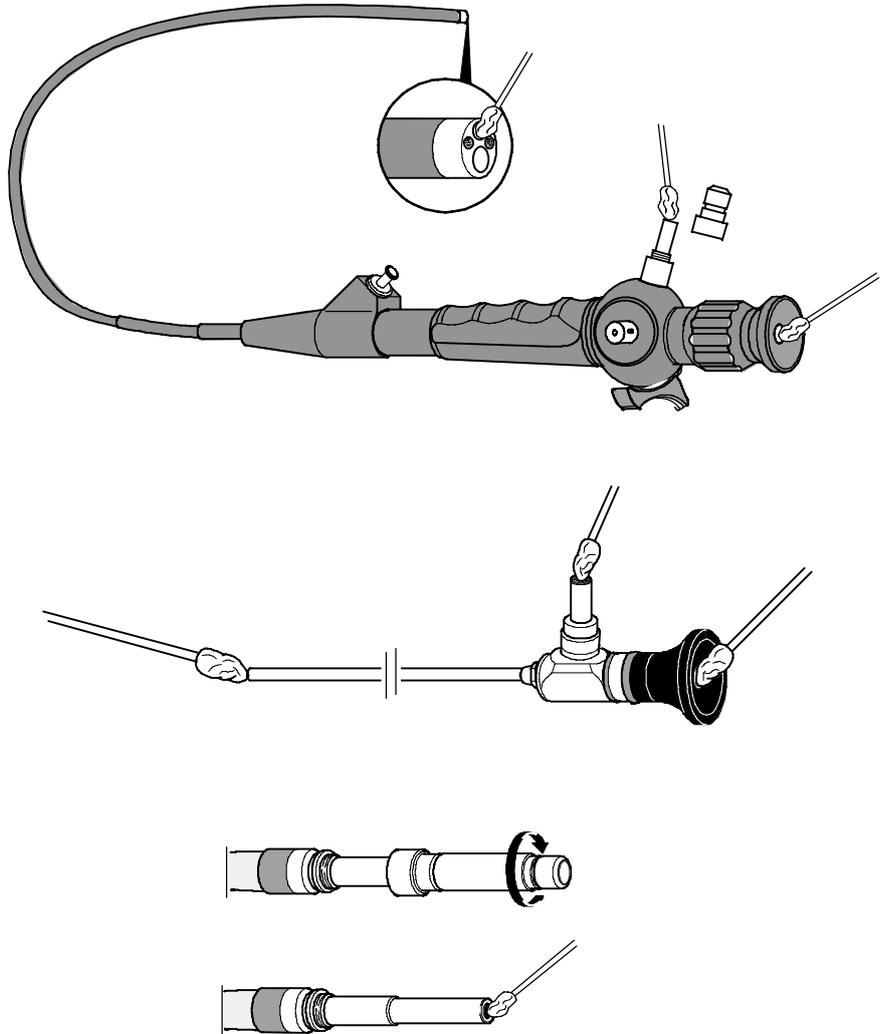

Рис. 42
- ◆ Протрите поверхности стекла и места входа светового луча тампоном, смоченным спиртом (используйте только деревянные палочки, ни в коем случае не металлические или пластмассовые), трудно удаляемые отложения протрите средством для очистки инструментов (см. пункт 8.4) (рис. 42).